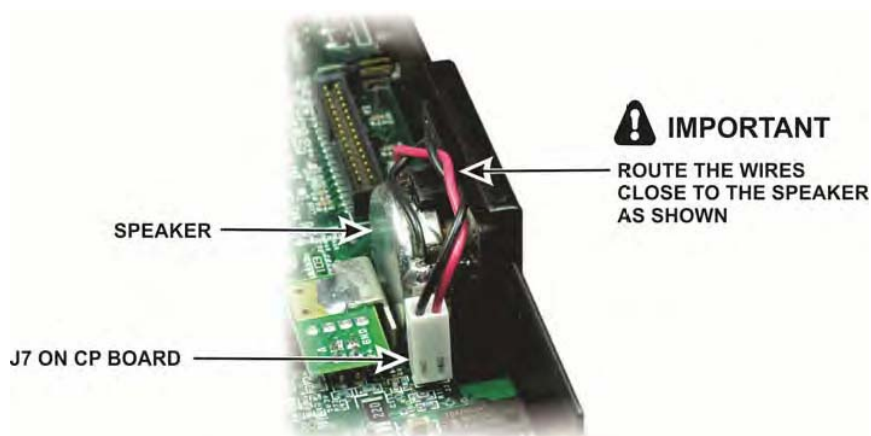

Figure 20. Connecting the Speaker to the CP Board.
□ エンコーダ・ボードの隣のJ7にスピーカー・コネクタを差し込んでください(図20を参照)。